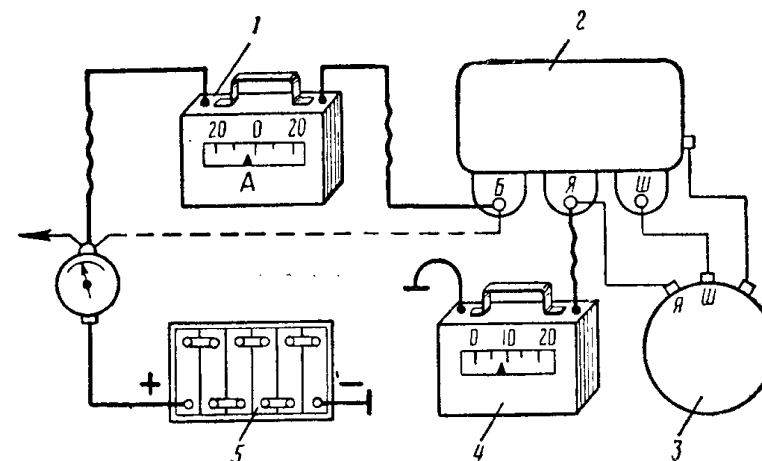

Рис. 136 Схема включения приборов для проверки реле-регулятора:
**Проверка регулировки реле-регулятора на автомобиле1.** Для проверки необходимо иметь вольтметр НИИАТ-ЛЭ1 Новгородского завода ГАРО или следующие приборы: вольтметр постоянного тока со шкалой до 20 в и ценой деления 0,1—0,2 в и амперметр постоянного тока со шкалой 20—0—20 а с ценой деления 1 а. Схема включения приборов показана на рис. 136. При проверке реле обратного тока и ограничителя тока вольтметр